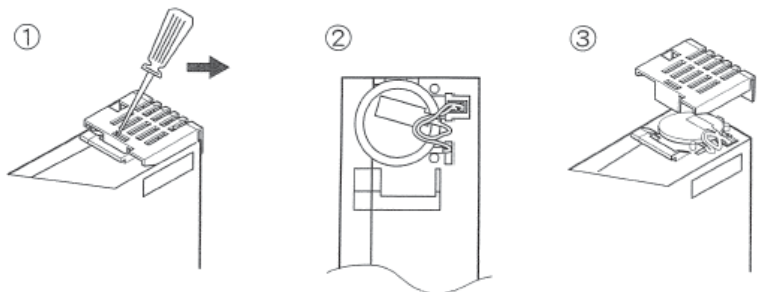

Fig. 18: Înlocuirea bateriei de la componenta CPU
- Starea încărcării bateriei tampon pentru timpul real este înregistrată de instalație și, eventual semnalizată. De asemenea, este recomandat un ciclu de înlocuire de 12 luni. Pentru aceasta, trebuie înlocuită bateria de la componenta CPU (vezi fig. 18).